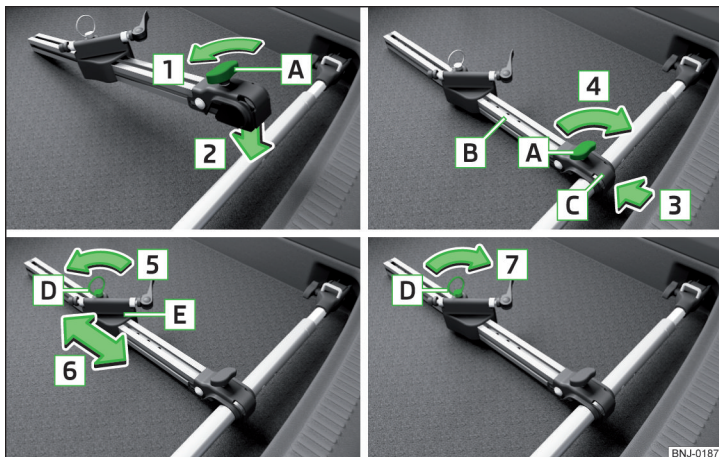

Bild 112 Montering av cykelhållare
- Lossa skruven **A** på fordonshållaren (nedan kallad hållare) i pilens riktning **1** » bild 112.
- Om du ska transportera två cyklar ska du lossa skruven **A** » bild 112 på sidan 90 på hållaren och flytta hållaren tillsammans med den monterade cykeln åt vänster.
- Dra åt skruven **A** » bild 112 på sidan 90 på hållaren.
- Anpassa den justerbara delens **E** » bild 112 på sidan 90 position vid behov.